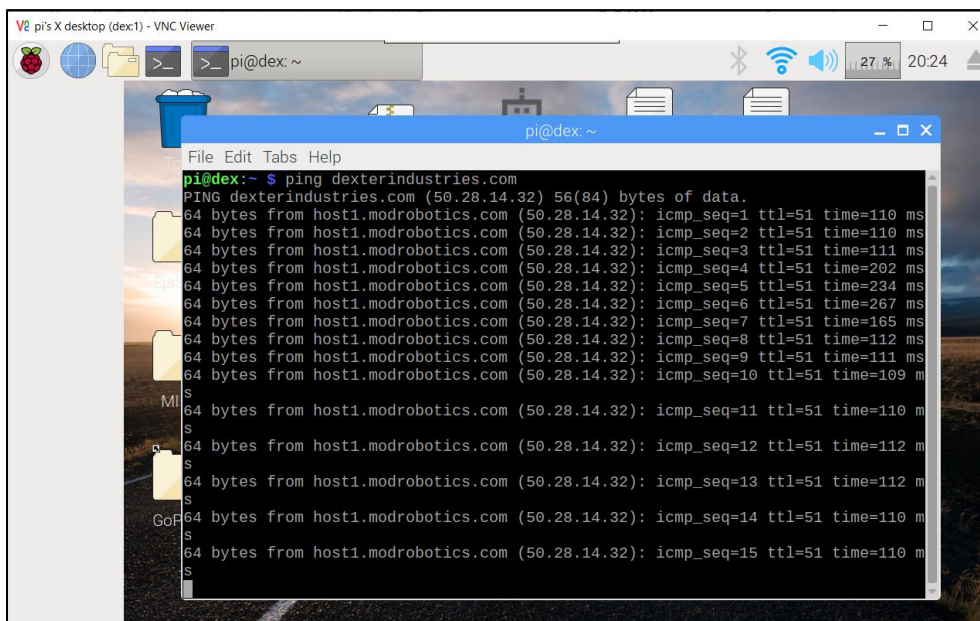

Figura 55: Raspberry Pi, verificación de conexión del robot a Internet
- Después de conectarse a la red Wifi, se verifica que el robot está realmente conectado a Internet. Abrir el terminal de comandos en el robot y hacer un ping a la dirección *dexterindustries.com*. Si está conectado a Internet, se debería de ver algo parecido a la *Figura 55*.